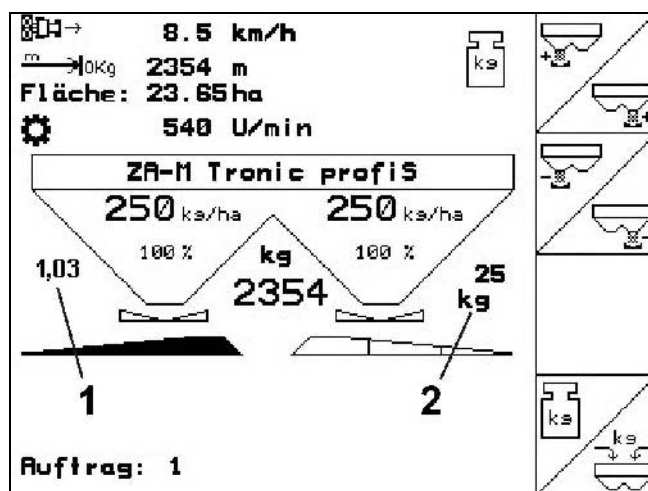

Fig. 40
O valor de calibração (Fig. 40/1) é continuamente calculado de novo através da pesagem online e a quantidade teórica aplicada. A posição necessária das corredeiras é adaptada online.
- factor de calibração momentâneo (Fig. 40/1).
- quantidade aplicada desde a última calibração online (Fig. 40/2).
online durante a marcha  (indicação Fig. 40/2 apaga-se). A dispersão é prosseguida com o último factor de calibração.